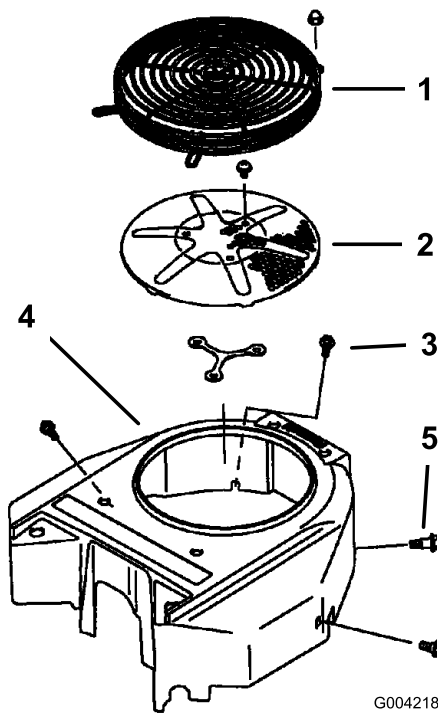

Figure 54
Avant chaque utilisation, enlevez l'herbe, les saletés et autres débris éventuellement accumulés sur la grille du moteur. Cela permet d'assurer un refroidissement et un régime moteur corrects, et réduit les risques de surchauffe et de dégâts mécaniques du moteur (Figure 54).
3. Retirez la grille d'entrée d'air, le lanceur et le boîtier du ventilateur (Figure 54).
5. Remettez la grille d'entrée d'air, le lanceur et le boîtier du ventilateur (Figure 54).